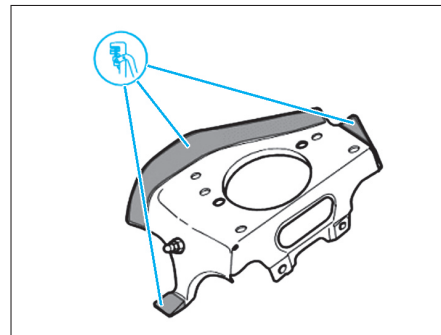

FIG. 2
- Percer des trous de 7 mm de diamètre dans la zone indiquée (Fig.2).